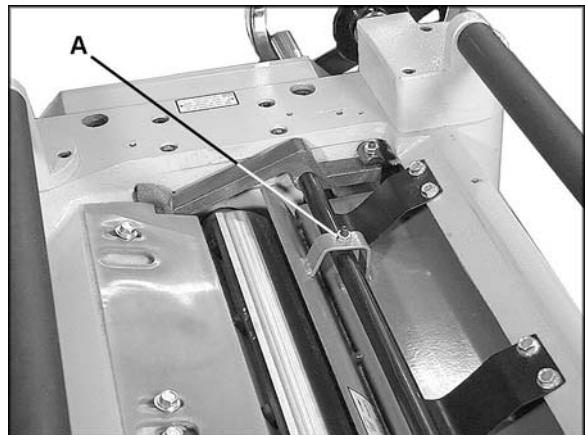

Figure 28
2. Desserrez les contre-écrous (A, Figure 28) aux deux extrémités du brise-copeaux et tournez les vis de réglage pour le soulever ou l'abaisser selon le cas. Les vis de réglage doivent être tournées le même nombre de fois.
3. Lorsque le briseur de copeau touche la cale du calibre, serrez les contre-écrous (A, Figure 28).